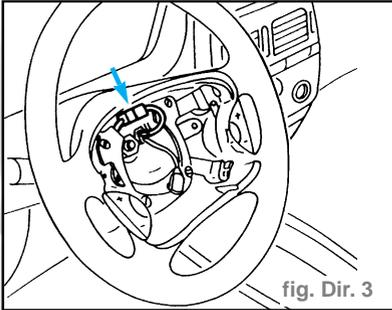

fig. Dir. 3
- Dégager de son logement le connecteur relatif aux commandes des avertisseurs sonores et le débrancher (fig. Dir. 3).